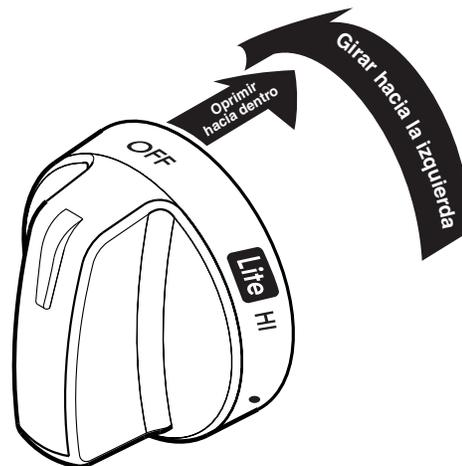

Figura 8: Manera adecuada de ajustar los quemadores
2. Oprima la perilla de control del quemador que desea utilizar hacia adentro y gírela a la izquierda alejada de la posición "OFF" (apagado) hasta la posición "Lite" (encendido). Verifique visualmente que el quemador se haya encendido (Vea la figura 8).